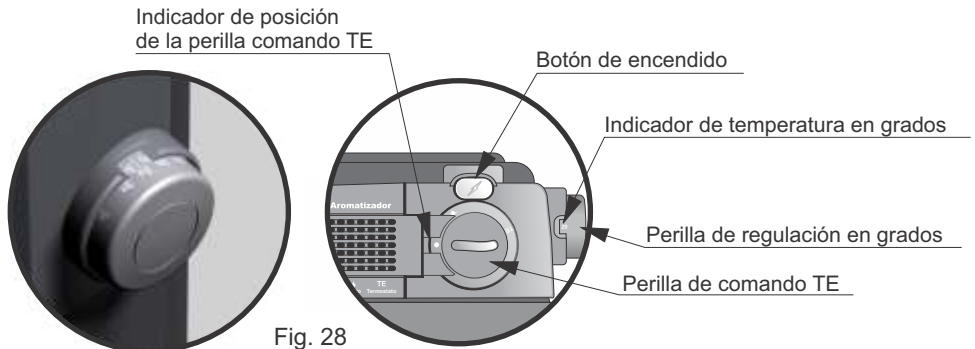

Fig. 28
Con la **Perilla de Comando TE** (fig. 28), ubicada en la parte superior derecha del calefactor, se realizan las operaciones básicas para el manejo del calefactor, por ejemplo, para el **Apagado Total**, para el **Encendido del Piloto** y para poner en **Termostato (TE)**.
Con la **Perilla de Regulación en Grados** (fig. 28), ubicada en el lateral derecho del calefactor, se elige la temperatura deseada para el ambiente. En la posición **S (Sleep)** de esta perilla el calefactor funcionará con un régimen más adecuado para las horas de descanso nocturno.
Para colocar la Perilla de Regulación en Grados (fig. 28) en la temperatura elegida, es conveniente, primero girarla hasta la posición de temperatura máxima (32°C) y, a continuación, retroceder hasta la posición de la temperatura deseada.